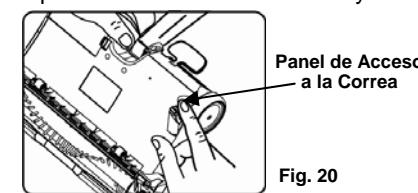

Fig. 20
- Presione en la traba del panel de acceso de la correa y levántelo para removerlo. (Fig. 20)